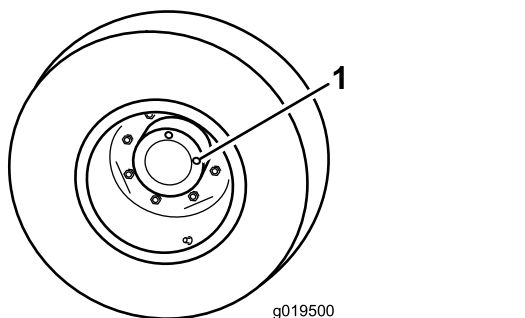

Figure 82
1. Amenez la machine sur une surface plane et horizontale, tournez la roue de sorte à placer un bouchon de contrôle à la position 12 heures et l'autre à la position 3 heures (Figure 82).
1. Bouchon de contrôle/vidange (2)
2. Retirez le bouchon qui est à la position 3 heures (Figure 82).